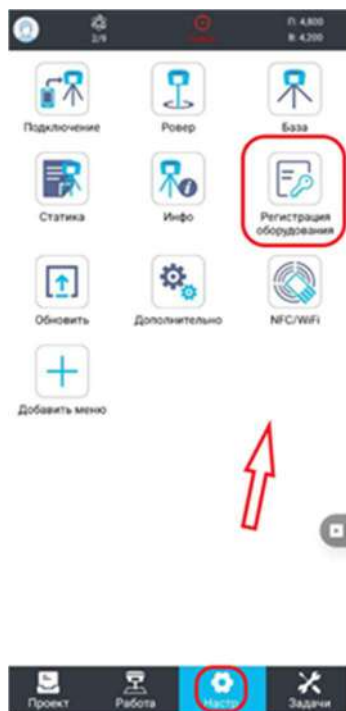

Рисунок 5.5.2
4. Нажмите **Назад** и перейдите в меню **Настройки**, затем выберите **Регистрация оборудования** (Рисунок 5.5.2).